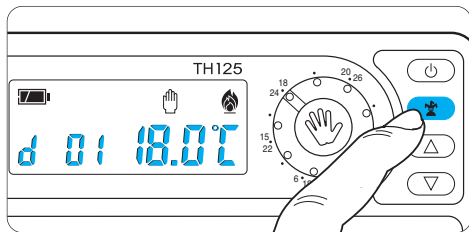

Fig. 31
9.5 - Premere due volte il pulsante  (fig. 31).